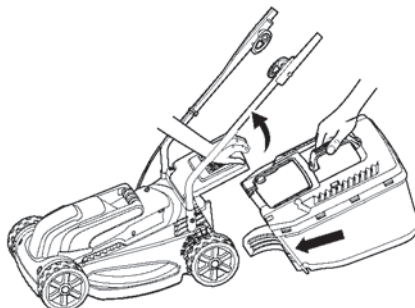

Fig.9
- > Soulevez le capot de sécurité (13), accrochez le bac (14) puis relâchez le capot (fig.9). Assurez-vous que le montage est correct.